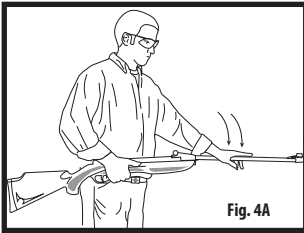

Fig. 4A
- Tenez l'arme près de votre corps en plaçant la crosse (A) sur le haut de votre cuisse.
- À l'aide de la paume de votre main, tapez fermement sur la bouche (E) du canon (Fig. 4A) pour exposer la culasse.